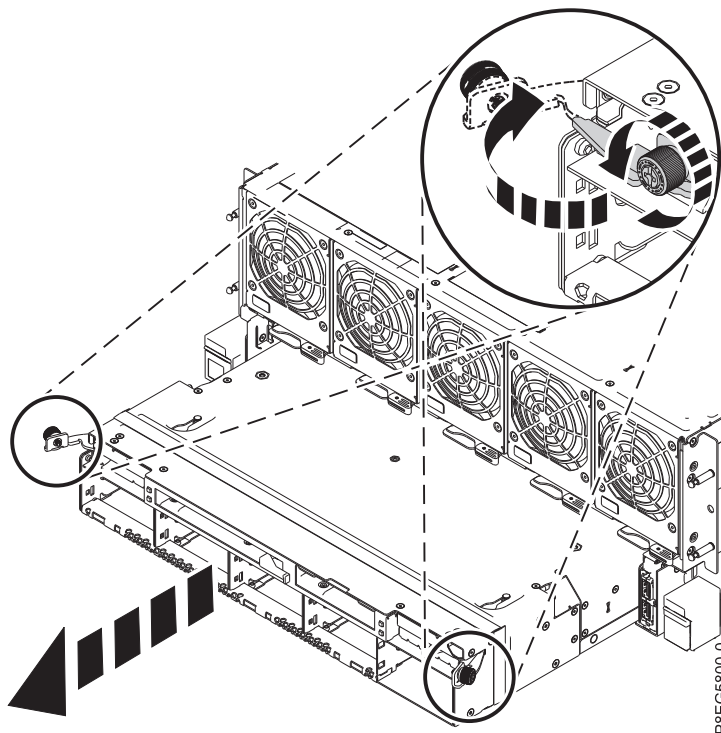

図 7. システムからの RAID アセンブリーの取り外し
7. つまみねじを示されている方向に回します。ラッチを引き出して、図 7 に示すように RAID アセンブリーをシステムから取り外します。